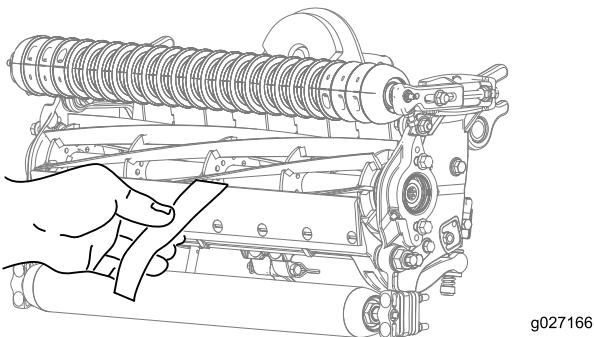

Рисунок 10
12. Проверьте характеристики скашивания, вставив длинную полоску бумаги для проверки Toro между барабаном и неподвижным ножом перпендикулярно неподвижному ножу (Рисунок 10). **Медленно** вращайте барабан вперед. При этом бумага будет разрезаться.